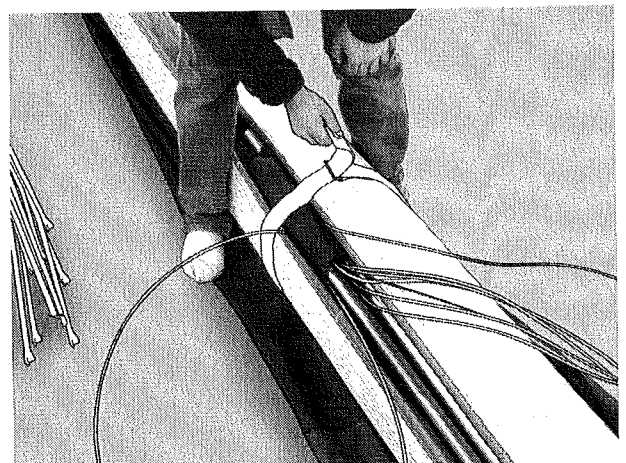

Abb.26
15. Legen Sie die Trapezrohre zusammen und ziehen Sie die Schutztasche über die Trapezenden. Machen sie das Klettband auf, Ziehen sie die Unterverspannungsseile durch die Trapezrohre nach vorne aus und legen Sie die Trapezrohre zwischen Flügelrohre auf dem Kielrohr. Machen sie das Klettband wieder zu (Abb.26).